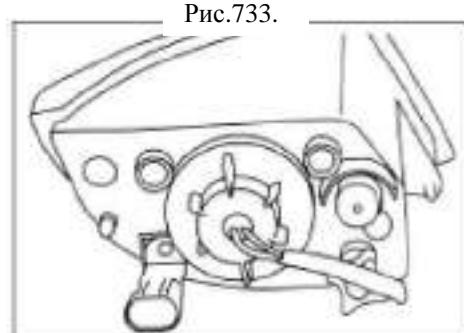

Рис.733.
1. Замените лампочку передней противотуманной фары (рис.733).